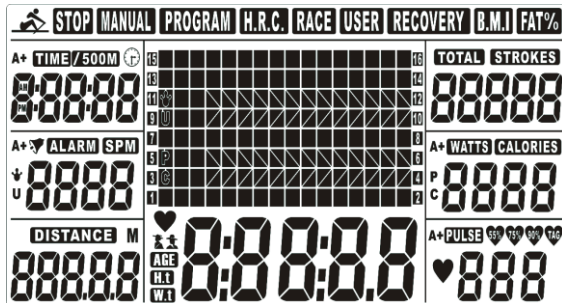
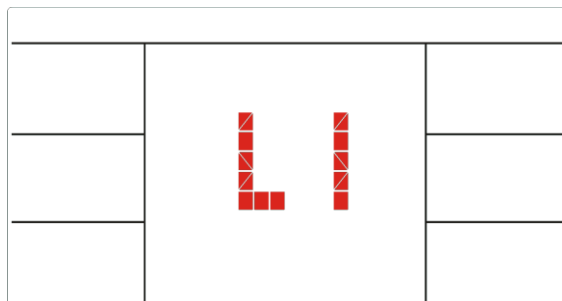
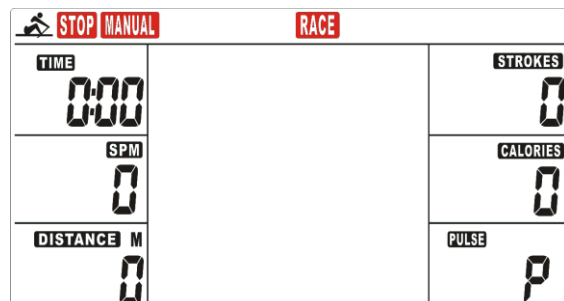

FIG 1
FIG 3
FIG 4
- A. Installer fire AA-batterier i computeren. Computeren vil nå lydindikere i to sekunder (Fig 1). Konsollen vil deretter vise typen i to sekunder (Fig 2), før den åpner L1-L6-menyen. Matriseskjermen vil vise L-verdien og blinke (Fig 3). Brukeren kan nå trykke opp- eller ned-knappene for å velge nivå. Trykk ENTER for å bekrefte og åpne treningsmodus (Fig 4).